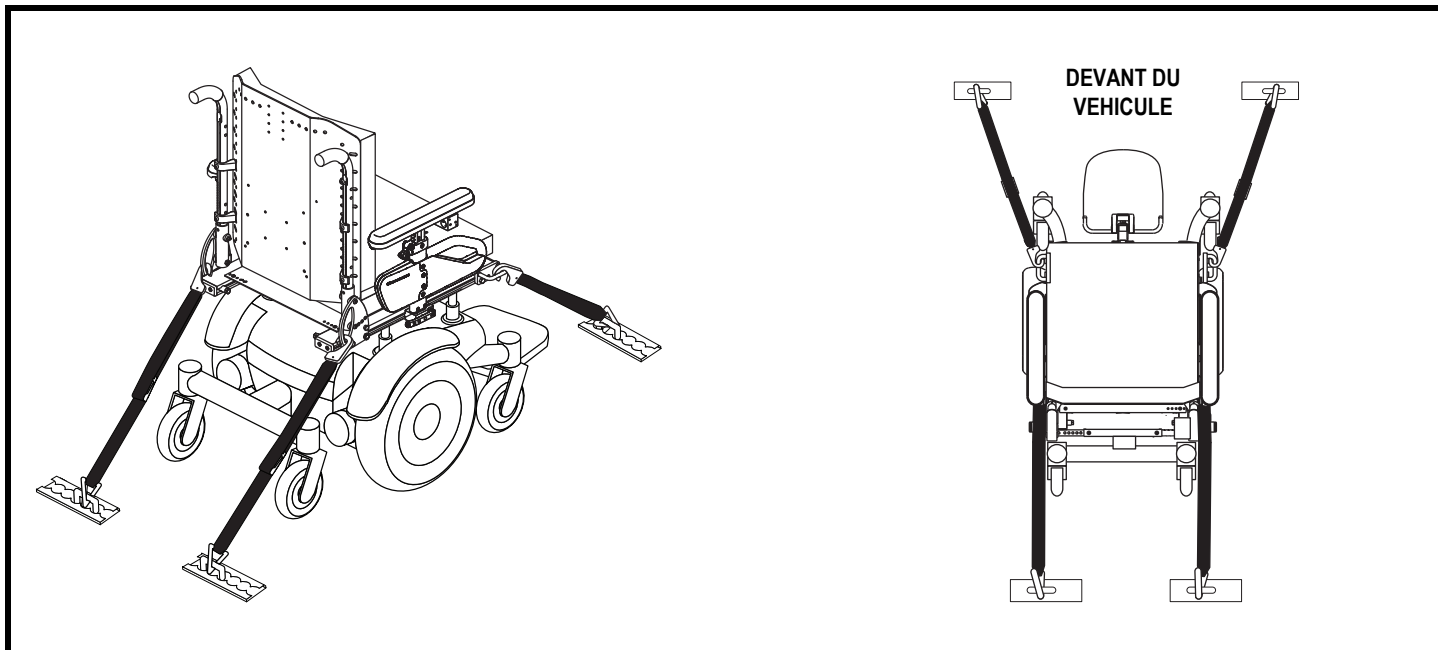

Figure 11. Accroches-taxi pour fauteuil motorisé non occupé
- Positionnez les points d'ancrage arrière des courroies directement derrière le fauteuil motorisé. Les points d'ancrage avant sont disposés plus loin de chaque côté du fauteuil motorisé afin d'augmenter la stabilité latérale. **Voir la figure 11.**